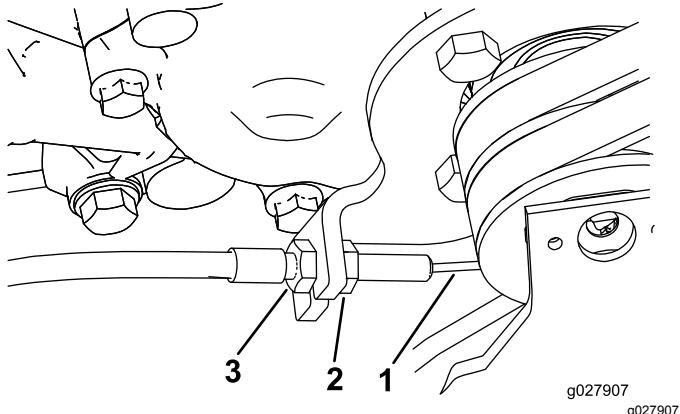

Bild 49
3. Wenn Sie die Zugspannung erhöhen möchten, lösen Sie die Klemmmutter des vorderen Zugs und ziehen Sie die Klemmmutter des hinteren Zugs an (Bild 49), bis eine Kraft von 8 bis 9 Nm erzeugt wird, um den Fahrantrieb zu aktivieren.